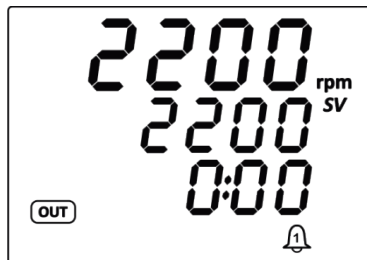

Рисунок 7 - Перегрузка двигателя
8.4.1. Если во время перемешивания раздаётся звуковой сигнал, и на дисплее появляется индикатор перегрузки двигателя  (Рисунок 7), необходимо остановить перемешивание и